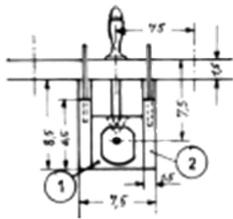

Abb. 7: Klammer für Wantenrösten
- Vorr. G für Wantenrüsten (Abb. 7). Dieses "Mäuseklämmerchen" wird dann eingesetzt, wenn das Wantenrüstbrett zu hoch über Deck liegt oder der Zugang versperrt ist. Hier wird der Knetgummi durch eine Klammer ersetzt.